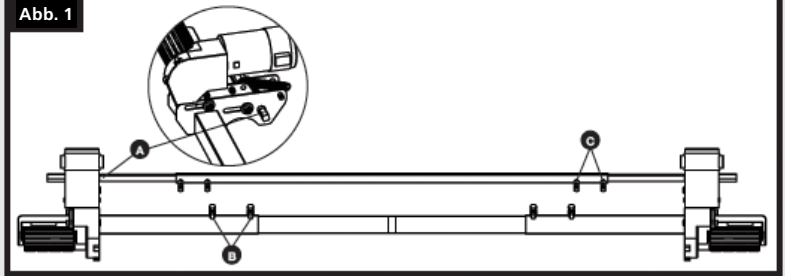
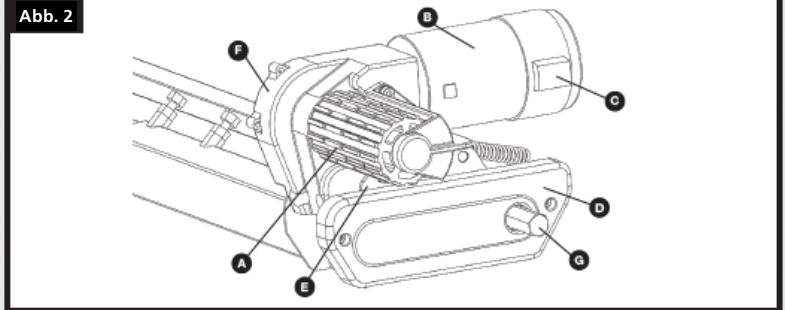

Abb. 2
Abb. 7
Bei der Rangierhilfe Berger Titanium erfolgt das Einkuppeln manuell. Zum Einkuppeln Ihrer Motoren setzen Sie das Einkuppelwerkzeug (6) auf die Motorspindel (Abb.2.G) parallel zum Boden in einer vom jeweiligen Rad abgewandten Position. Um den Motor einzuschalten, drehen Sie das Einrastwerkzeug um 180° in Richtung des betreffenden Rades (Abb. 7). Wenn Sie die gekreuzten Betätigungsstangen richtig montiert haben, sollte der Vorgang des Einkuppelns eines Motors anschließend auch die gegenüberliegende Seite des Fahrzeugs einkuppeln. Der Einrastmechanismus arbeitet mit einem einfachen Nocken, der die Rollen auf die Reifen drückt und dann automatisch einrastet. Wenn die Rolle korrekt montiert wurde und im ausgerückten Zustand genau 20 mm von den Reifen entfernt ist, reicht die von der Rolle auf den Reifen ausgeübte Kraft für die meisten Anwendungsfälle aus (Abb. 9).